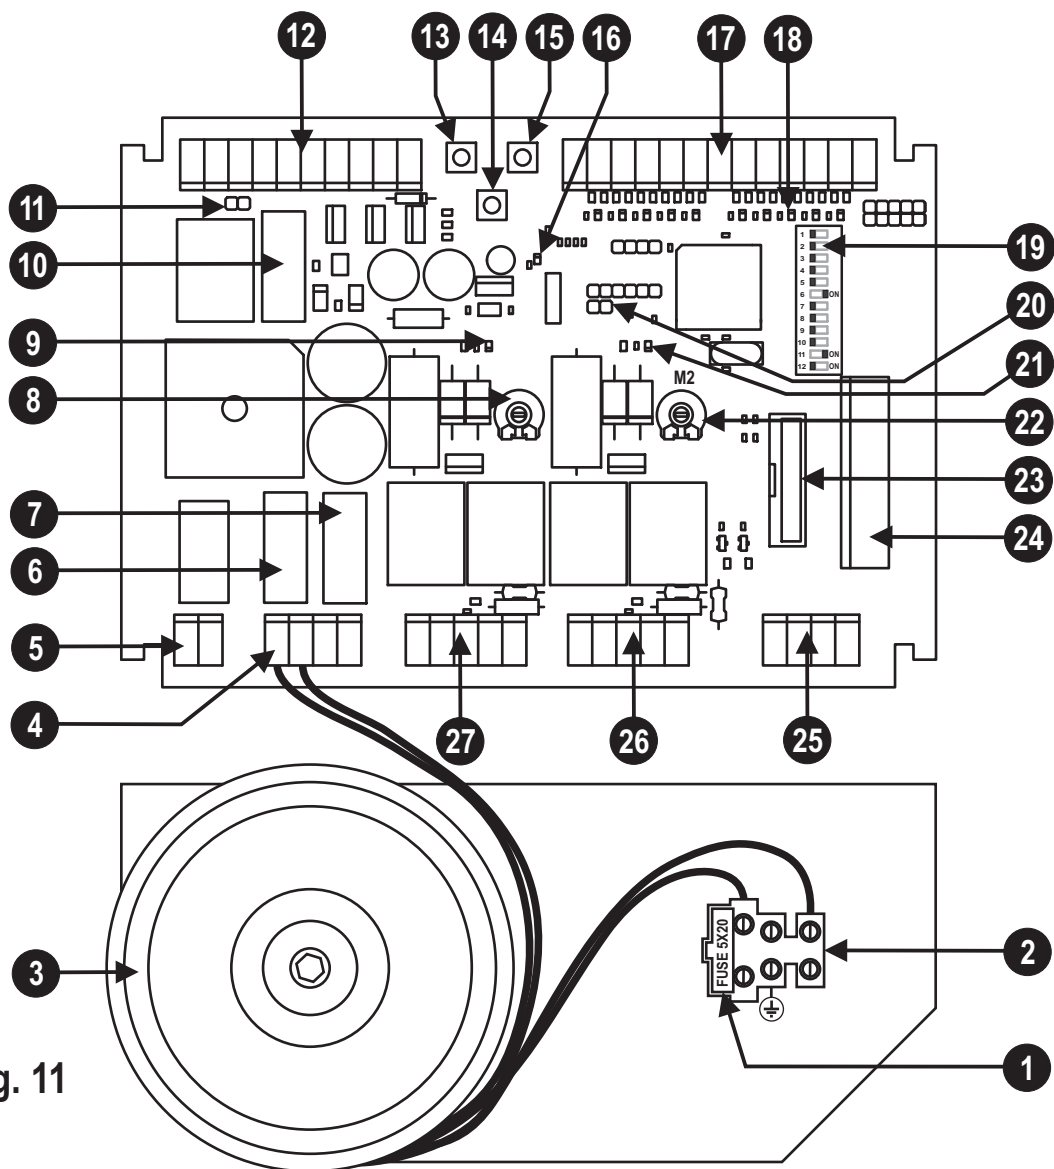

Fig. 11
- Inserire la ricevente nel connettore (particolare 23 di fig. 11)
DESCRIPTION DES PARTIES (Fig. 11)